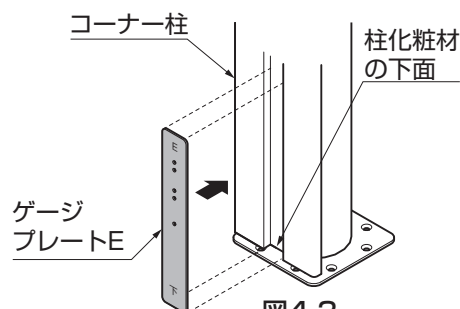

図4-3
- ②コーナー柱は柱化粧材の下面にゲージプレートE下面を合わせてください。(図4-3参照)